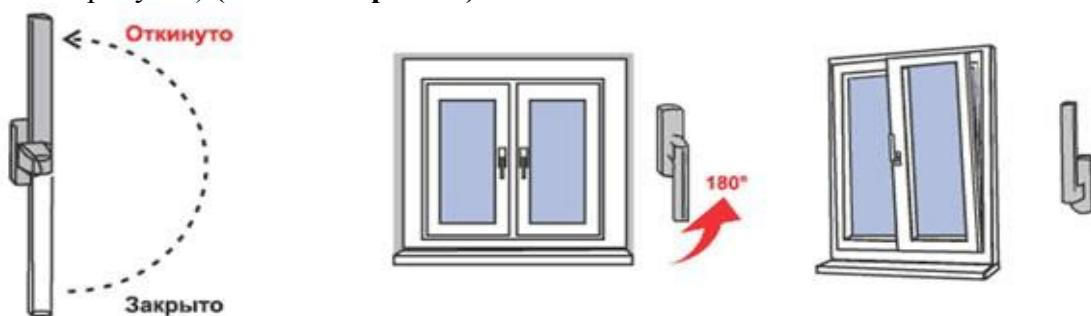

Рис. 2
2) Для перевода створки из закрытого положение в откидное, поворот створки относительно нижней горизонтальной оси, (положение «Откинуто» на Рис.2) ручку поворачивают вертикально на 180 градусов вверх, затем, потянув за ручку, поворачивают створку относительно нижней горизонтальной оси на заданный изготовителем угол (не более 10 градусов) **(откидной режим)**.
3) Для запирания створки из открытого или откидного положения ее сначала закрывают и, придерживая створку рукой, поворачивают ручку вертикально вниз (положение «Закрыто» на Рис. 2).